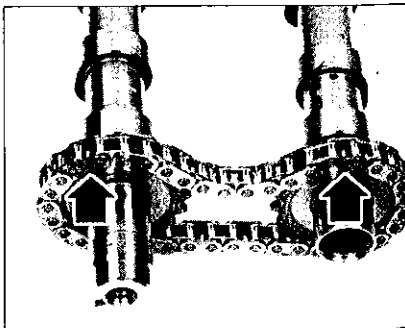

FIG.44
- Positionner la chaîne des deux arbres à cames respectant les deux repères sur la chaîne. Les deux maillons cuivrés sur les dents peintes en jaune des pignons d'arbres à cames (Fig.44).